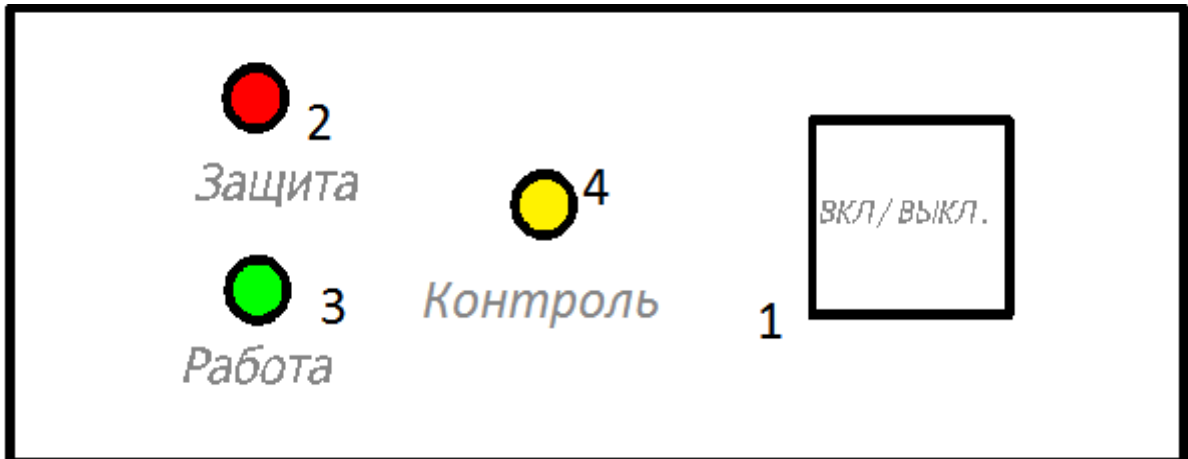

Рис. 4. Панель управления Дымофилтра:
- f. Переключить на «панели управления» переключатель (Рис. 4, поз.1) в положение «Вкл»;
Красная индикация переключателя (Рис. 4, поз.1) и зеленая индикация «Работа» (Рис. 4, поз.3): свидетельствуют о нормальной работе Дымофилтра.
- a. Переключить на «панели управления» переключатель (Рис. 4, поз.1) в положение «Выкл»;